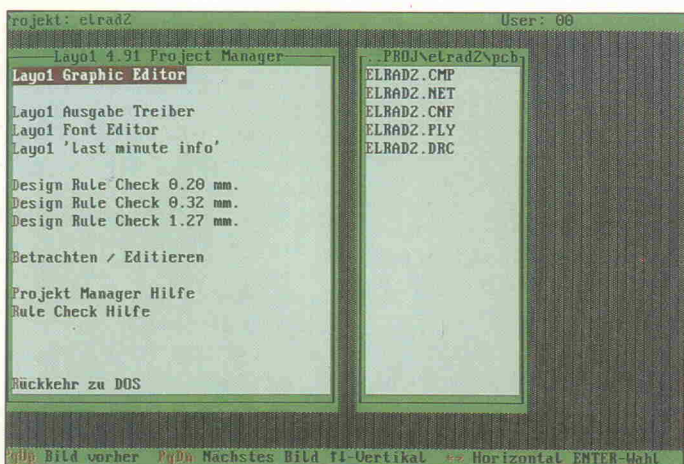

Bild 1. Der Projekt-Manager: Die Dateiauswahl geschieht auf einer zweiten Seite.
Der Projekt-Manager (Bild 1) ist der Einstieg ins Programm. Auf einer zweiten Bildschirmseite läßt sich das Projekt (Platine) zum Laden auswählen. Nach Rückkehr auf die erste Seite und Anwahl des Layout-Graphic-Editors kann es schließlich losgehen. Bei neuen Projekten erscheint zunächst ein Konfigurationsmenü, in dem
Will man an der Platine einen Design Rule Check (DRC) durchführen, muß der Editor verlassen werden. Der Projekt-Manager (PM) stellt für den Check drei Abstände zur Verfügung. Das Ergebnis des DRC wird nicht online präsentiert, sondern per Text-Editor vom PM aus. Dies geht bequem durch Anklicken des '.drc'-Files in der rechten Tabelle (Bild 1).